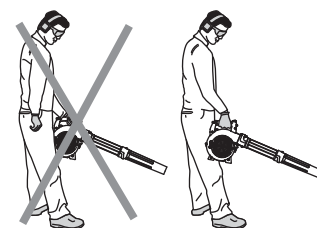

Fig. 15
ADVERTENCIA: Evite los arranques accidentales. Colóquese en posición de inicio cuando tire de la cuerda de arranque (Fig. 15 o 16). El operador y la unidad deben estar en una posición estable al arrancar la unidad para evitar graves lesiones personales.
- Sujete la sopladora con la mano derecha.** Cuando la unidad esté funcionando, no se pare en el lado derecho de la sopladora (Fig. 15). Si lo hace, bloqueará la entrada de aire y ello afectará el funcionamiento de la unidad. Párese, por el contrario, sobre el lado izquierdo de la unidad para aumentar al máximo la eficiencia de la unidad (Fig. 15).